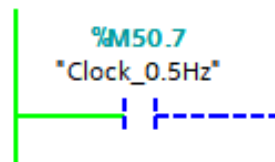

Figura 20. Asignación del bit 7 de la marca de ciclo (0.5 Hz de frecuencia) a un contacto NA
2. Realiza un programa en lenguaje KOP (escalera) para que mantenga arrancadas permanentemente las dos cintas y genere cajas cada 2 segundos, usando únicamente marcas de ciclo (ver Figura 20) y no temporizadores IEC.